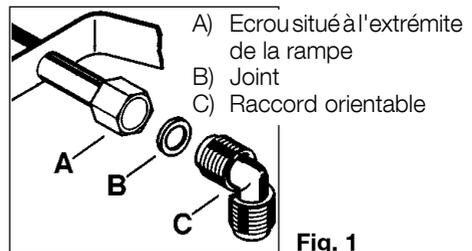

Fig. 1
-  1) Vissez le raccord orientable C dans l'écrou A situé à l'extrémité de la rampe d'alimentation, sans omettre d'intercaler le joint d'étanchéité B (Fig. 1).